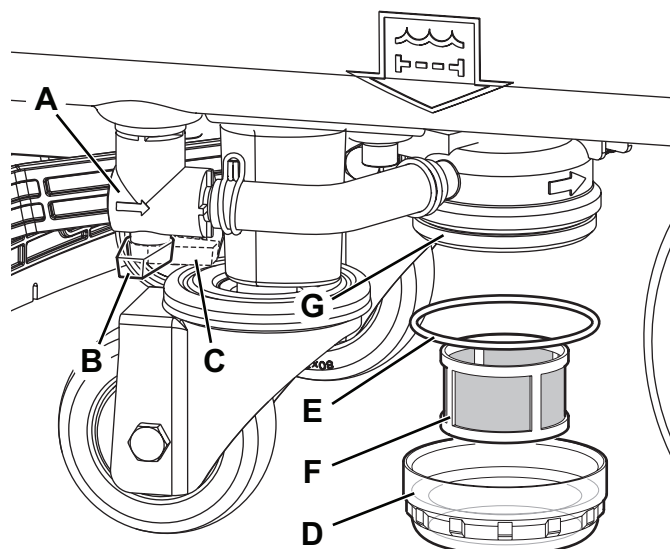

Afbeelding 8
2. Controleer of de machine is uitgeschakeld en de contactsleutel (41) (indien aanwezig) is verwijderd.
3. Voer het water af uit de tank met de slang (12).
4. Breng de afdekking (34) omhoog.
5. Reinig en was de binnenkant van de tank (33) en de afdekking met schoon water.
6. Reinig het aanzuigrooster (31), koppel de houders (A, Afb. 8) los, open het rooster (B) en neem de vlotter (C); reinig deze daarna zorgvuldig en plaats terug.
7. Demonteer de verzamelbak voor grof vuil (D) en open het deksel ervan. Reinig de bak zorgvuldig en monteer hem weer op de aanzuigslang.
8. Controleer of de pakking (E) van de afdekking van de tank heel is.